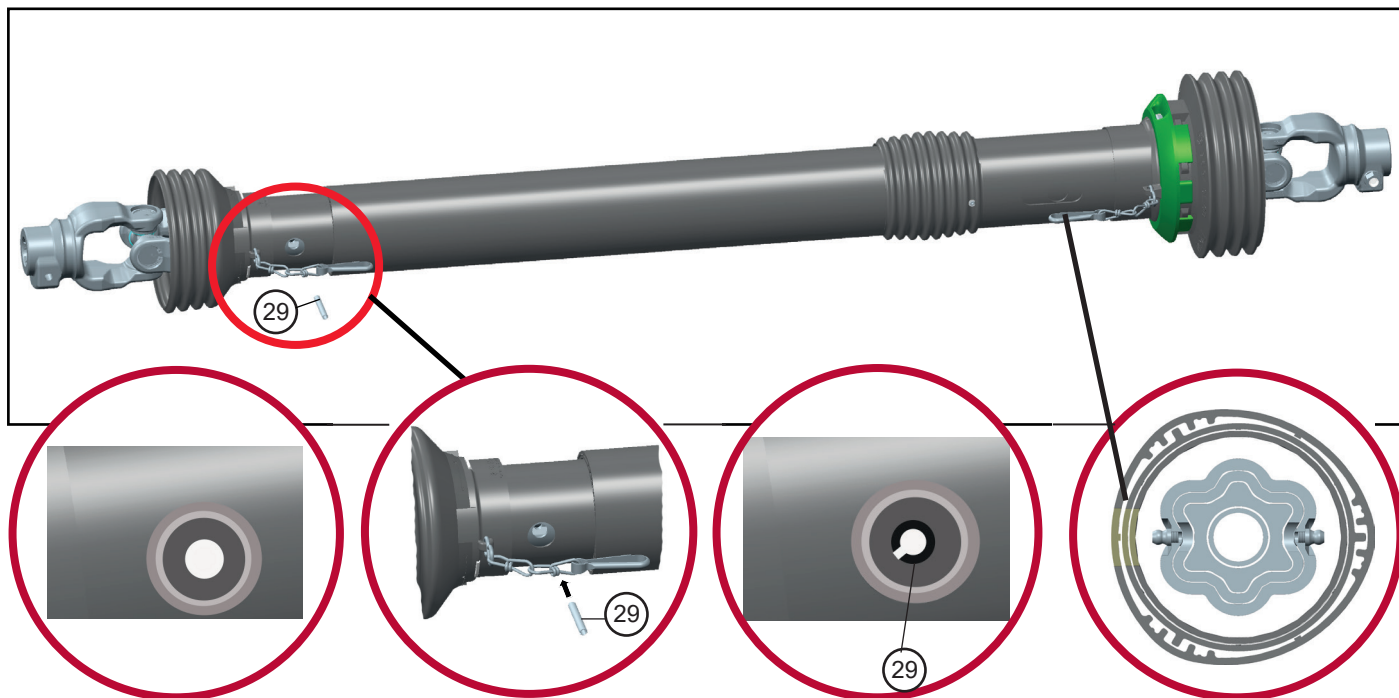

Bild 1, Fig.1
Stehen allen Bohrungen (Bild1)(Schutz und Profilrohre) übereinander, kann der Spannstift (29) (Bild 2 u. 3) montiert werden.
Once all holes (Fig. 1) are aligned, the spring-type straight pin (29) ( Figs. 2 and 3) can be fitted.
Si tous les trous (fig. 1) (protecteur et tubes profilés) coïncident, on pourra insérer la goupille élastique (29) (fig. 2 et 3).